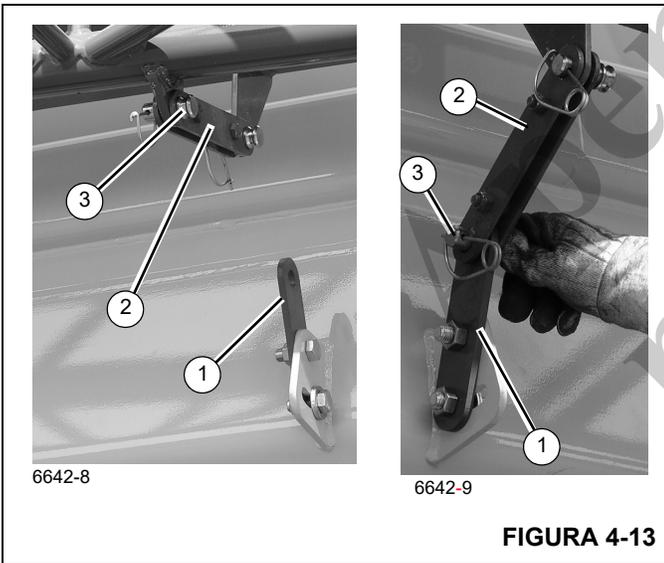

FIGURA 4-13
11. Mova a barra de trava (9, Figura 4-20; 2, Figura 4-13) até a barra de fixação da base da lança (1) e instale o pino (3). Fixe com o grampo de retenção.